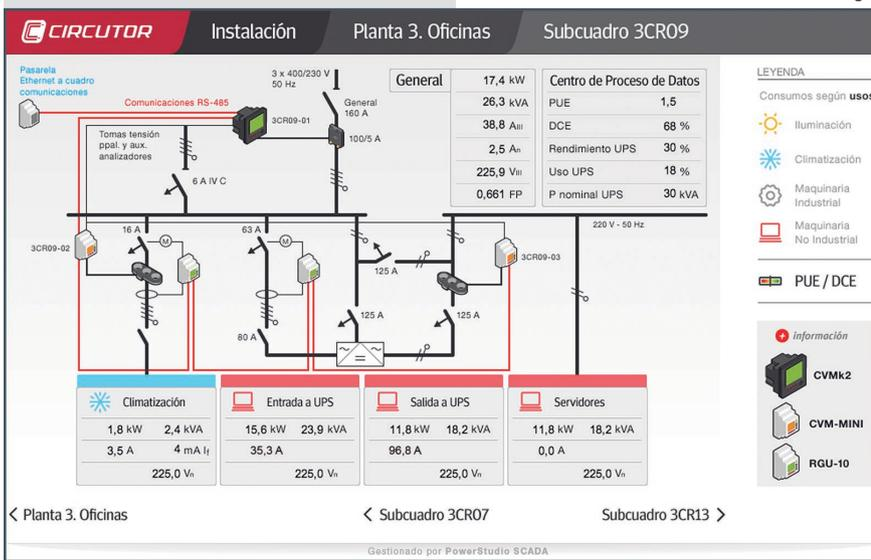

Fig.1
- Una primera pantalla (Fig.1) del tipo esquema unifilar, con los datos correspondientes a las energías concurrentes de todo tipo (traducidas, de acuerdo al tipo de energía a kWh).